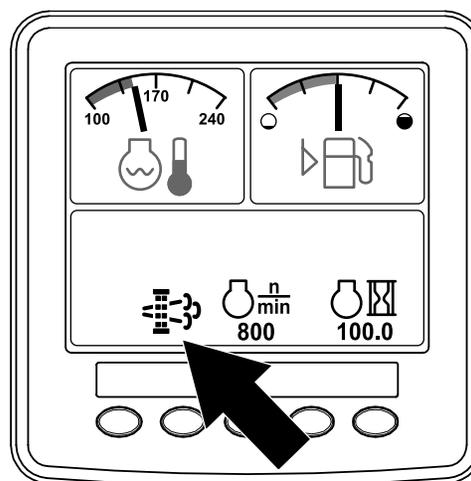

Figura 16
- Quando il computer del motore richiede una rigenerazione parcheggiata o una rigenerazione di recupero, nell'InfoCenter viene visualizzata l'icona della richiesta di rigenerazione (Figura 16).